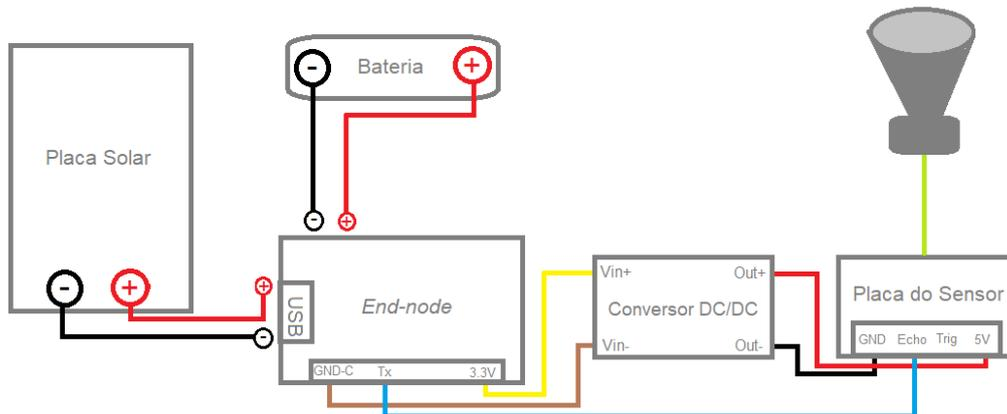

Figura 5- Diagrama elétrico.
3.4. Ligar os componentes de acordo com o diagrama elétrico da Figura 5.